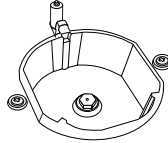
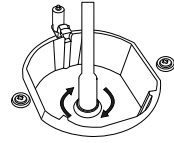

Abb. 4
Abb. 5
2. Bitte entfernen Sie die Düse (abbildung 4) vom Brenner mit einem speziellen Düsentreiber und installieren Sie eine neue Düse. (abbildung 5)